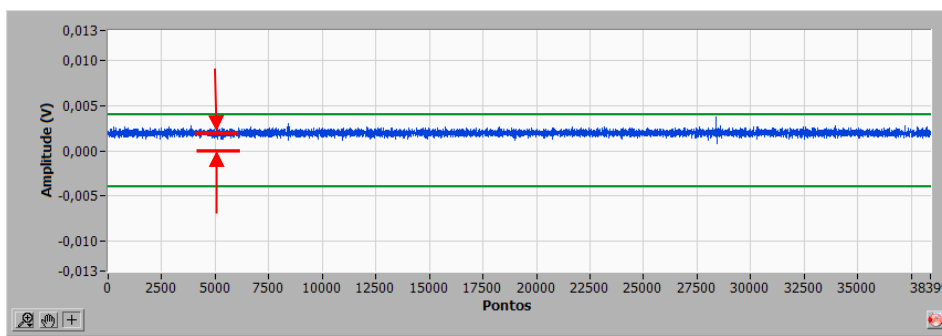

Figura 33 - Sinal com *offset* de aproximadamente "+0,002 Volt".
**Passo 01** – Clique no modo "Testar" e a linha azul (referente ao sinal) ficará ativa e continuamente atualizada. Verifique se o valor médio do sinal coincide com o eixo x ( $y=0,000$ ). Observe na Figura 33 um exemplo em que a linha azul não coincide com o eixo x, fazendo-se necessária a correção do *offset*.